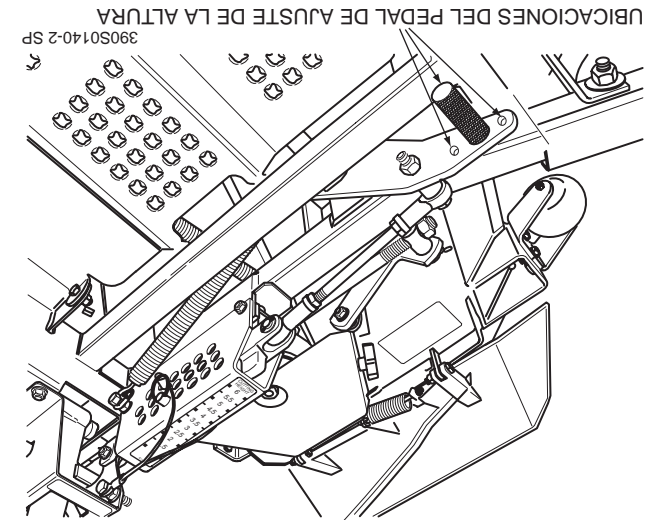

Figura 4-8. Ubicaciones del pedal de ajuste de la altura
3. El pedal de ajuste de altura se puede colocar en tres (3) diferentes posiciones para la comodidad y control del operador. Vea la Figura 4-8.